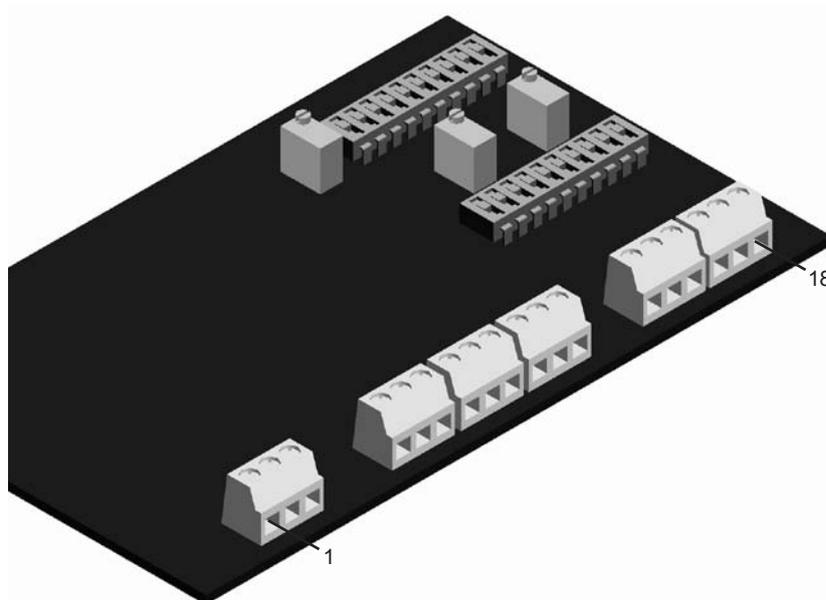

Fig. 5-8 : Bornier de raccordement.
- Placer un voltmètre entre les bornes 4 et 5 (se référer à la figure 5-8 pour l'emplacement des bornes)
- Placer un voltmètre entre les bornes 6 et 7 ou un ampèremètre entre les bornes 7 et 8 suivant si l'application exige une sortie en tension ou en courant (se référer à la figure 5-8 pour l'emplacement des bornes).